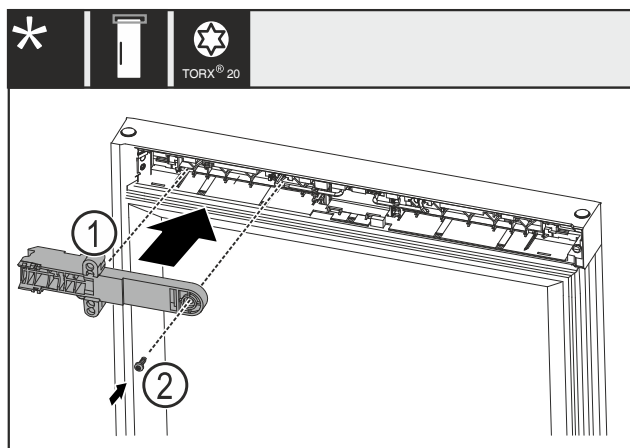

Fig. 22
- ▶ Forgassa el a zár tartóelemét Fig. 22 (1) 180°-kal, és szerelje fel az ellenkező oldalra.
- ▶ Rögzítse a zár tartóelemét Fig. 22 (1) csavarral Fig. 22 (2).